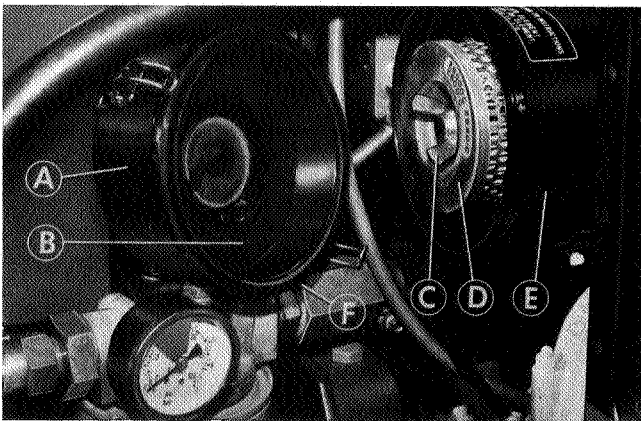

Fig.38
2. Replace air cleaner element (Fig. 38)
- (a) Proceed as for cleaning the element for 'every 25 working hours' but discard the element (D) and fit a new one.
- (b) Tighten the wing nut (C) securely.
- (c) Refit baffle cover (B) ensuring that the tab (F) located in the slot on the cleaner body (E).
- (d) Refit bowl (A) and secure with toggle clips.
2. Luftfilterelement wechseln (Fig. 38)
- (a) Wie zur Reinigung des Elements alle 25 Betriebsstunden vorgehen, jedoch das Element (D) entsorgen und durch ein neues ersetzen.
- (b) Die Flügelmutter (C) fest anziehen.
- (c) Das Luftleitblech (B) einbauen und darauf achten, daß die Nase (F) im Schlitz des Filterkörpers (E) einortet.
- (d) Den Topf (A) einbauen und mit den Klammern sichern.
2. Remplacer la cartouche du filtre à air (Fig.38)
- (a) Procéder comme lors du nettoyage, mais remplacer la cartouche (D) par une neuve.
- (b) Bien resserrer l'écrou papillon (C).
- (c) Remettre en place le couvercle de la chicane (B) en s'assurant que la languette (F) pénètre bien dans la fente du filtre (E).
- (d) Remonter le bol (A) puis serrer les agrafes.